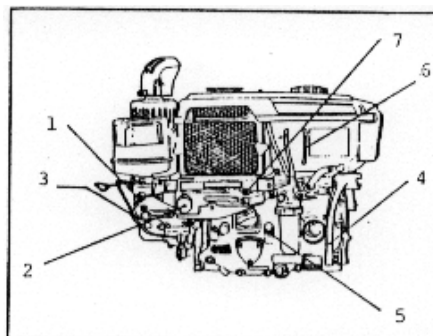

Fig. 2
LLAVE DEL INYECTOR DE ARRANQUE (1) FIG. 2
MANDO DEL INYECTOR DE ARRANQUE (2) FIG. 2
PALANCA DE DESCOMPRESION (3) FIG. 2
MANIVELA DE ARRANQUE (4) FIG. 2
VARILLA DE NIVEL DE ACEITE (5) FIG. 2
INDICADOR DE GAS-OIL (6) FIG. 2
INDICADOR DE PRESION DE ACEITE (7) FIG. 2